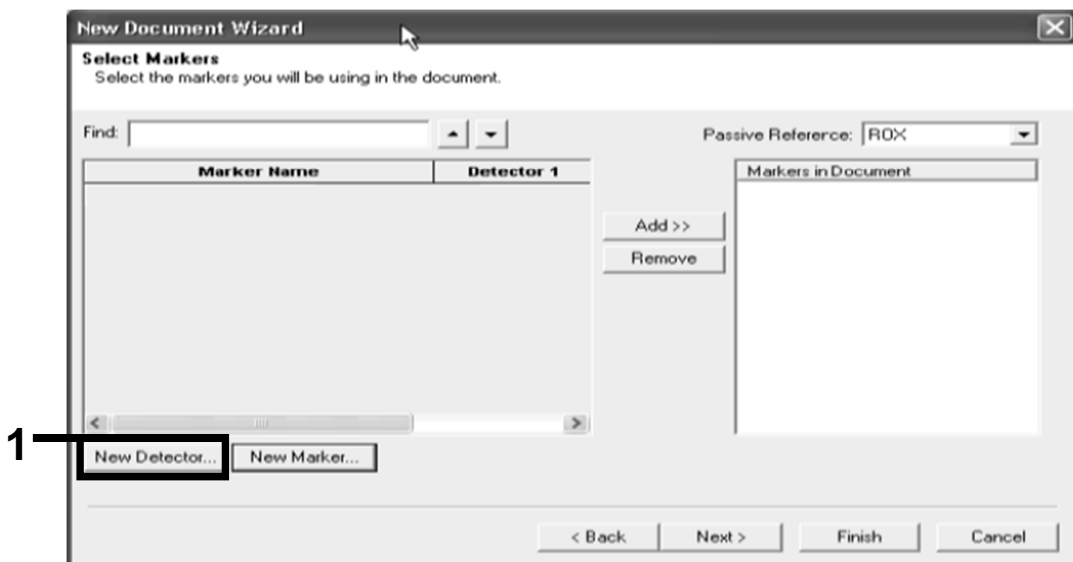

Figura 14. Il riquadro "Markers in Document" (Marker nel documento) non contiene un marker idoneo per la metodica.
15. Creare rilevatori e marker con la seguente procedura. Fare clic su "New Detector" (Nuovo rilevatore) (Figura 14).
18. Fare clic su "New Marker" (Nuovo marker) nella finestra di dialogo "Select Markers" (Selezione marker) (Figura 14).